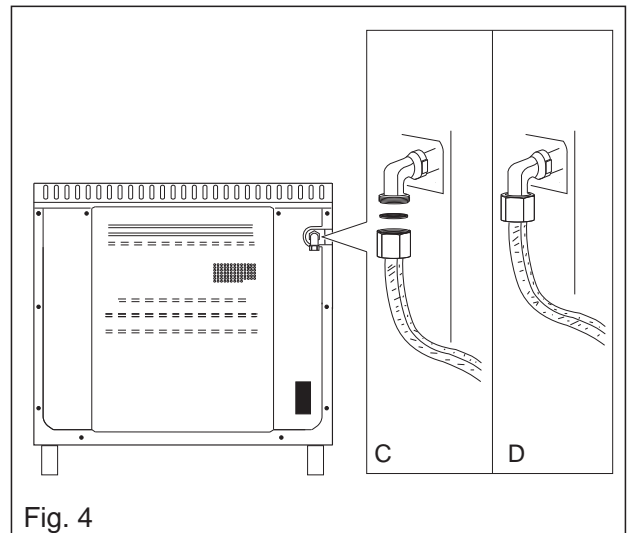

Fig. 4
- Raccordez une extrémité du tuyau flexible au robinet de barrage, puis, avant de positionner l'appareil entre les meubles, raccordez l'autre extrémité **directement au coude de la rampe** (fig 4 C-D) en intercalant un joint.